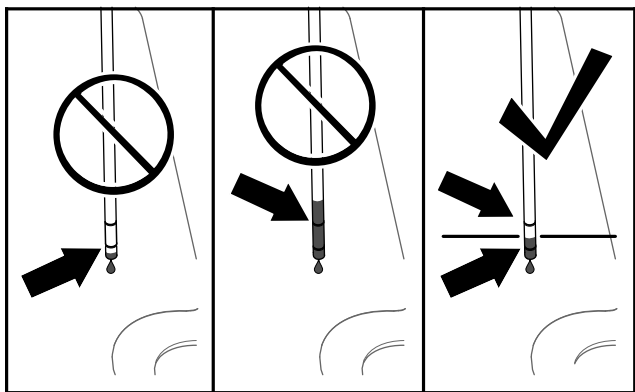

Bild 83
6. Nehmen Sie den Peilstab wieder heraus und prüfen Sie den Ölstand (Bild 83).
7. Wenn der Ölstand unter der unteren Markierung am Peilstab liegt, füllen Sie die angegebene Hydraulikölsorte in den Einfüllstutzen (Bild 83), bis der Ölstand zwischen den zwei Markierung am Peilstab liegt.
8. Füllen Sie die angegebene Hydraulikölsorte in den Einfüllstutzen, bis der Ölstand zwischen den zwei Markierung am Peilstab liegt (Bild 83).